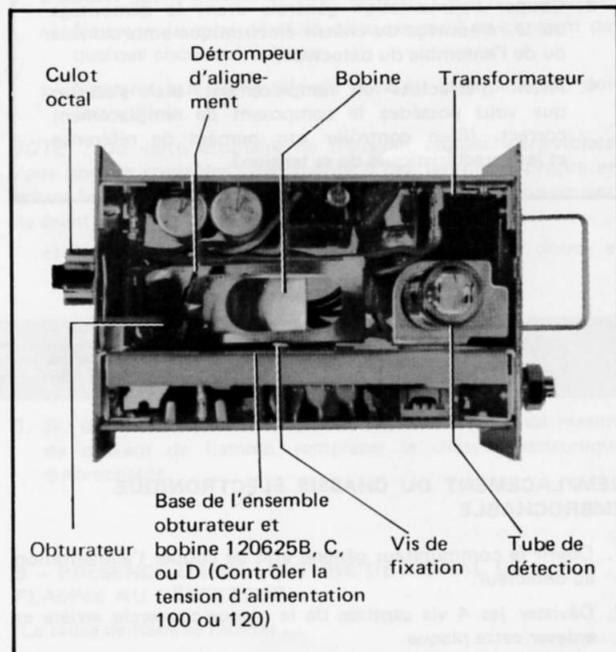

Fig. 16
Faire très attention à ne pas tordre ou causer un quelconque autre dommage à l'obturateur pulsant (Fig. 16).
7. Dévisser la vis restante de la base de l'ensemble obturateur et bobine (Fig. 16).